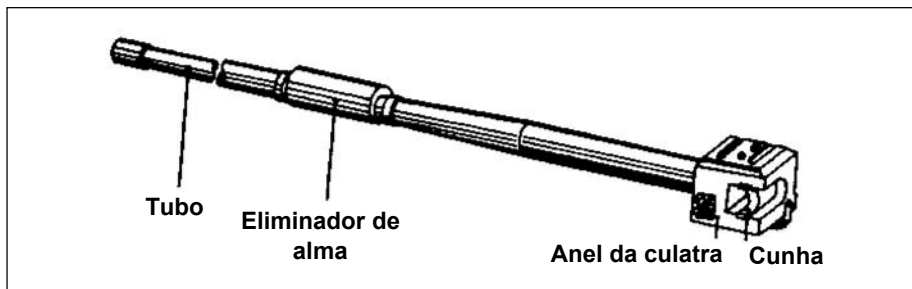

Fig 4-16. Canhão 105 mm L7 A3
**b. São componentes do canhão 105 mm L7 A3:** (Fig 4-16)
- (1) tubo com eliminador de alma e camisa térmica;
- (2) bloco da culatra;
- (3) cunha com mecanismo de trancamento e de disparo;
- (4) mecanismo de recuo e volta em bateria;
- (5) reparo com defletor, alojamento de estojos e escudo; e
- (6) aspirador de fumaça.